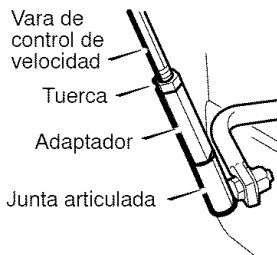

Figura 96
2. Afloje la **contratuercas** hexagonal en la **vara de control de velocidad**. Quite la **junta articulada** del **eje de cambios** (consulte la Figura 96).
4. Gire el **adaptador** hasta que la **junta articulada** quede alineada con el agujero de montaje en el **eje de cambios** (consulte la Figura 96). Una vez alineada, instale la **junta articulada** en el **eje de cambios**.